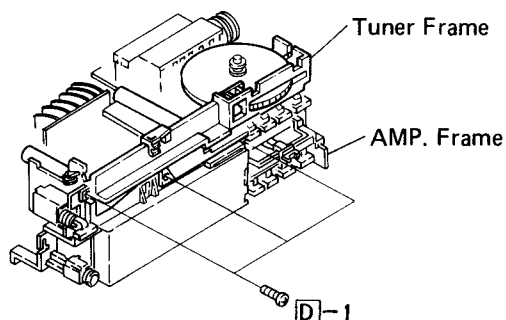

Fig. 8-4
1. Remove the amplifier frame referring to "C REMOVAL OF AMP. FRAME". Remove three screws from the tuner frame and pull the frame frontwards. See Fig. 8-4.
1. Den Verstärkerrahmen gemäß dem Abschnitt "C ENTFERNEN DES VERSTÄRKERRAHMENS" entfernen. Die drei Schrauben vom Tunerrahmen entfernen und den Rahmen nach vorn ziehen. Siehe Abbildung 8-4.
1. Enlever le bâti de l'amplificateur en se reportant à "C ENLEVEMENT DU BÂTI DE L'AMPLIFICATEUR". Retirer les trois vis du bâti du tuner et tirer le bâti vers l'avant. Voir la fig. 8-4.